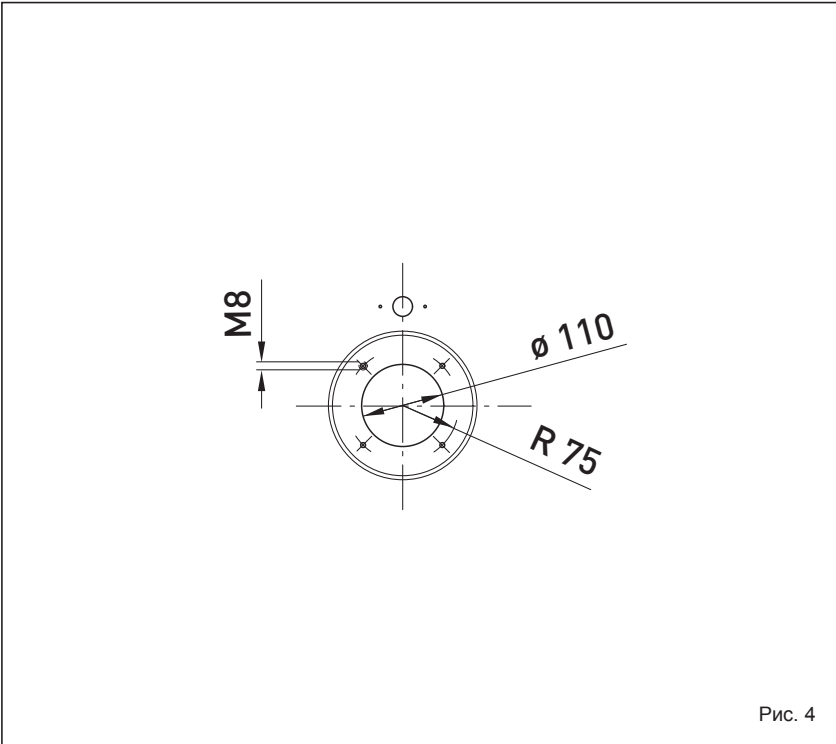

Рис. 4
1.7.2 Сборка горелки (Рис. 4)
Дверь котлоагрегата сделана с таким расчетом, чтобы облегчить сборку горелки / рис.4/. Горелки должны быть отрегулированы таким образом, чтобы значение CO2 соответствовало тому, что указано в п.1.3 с допусковым отклонением в ±5%.
2.4.2 Дым вытяжную с коаксиальным ø 80/125 (Рис. 4/а)
Котлы предназначены для подключения с выпускными трубами из нержавеющей стали коаксиальный ø 80/125 которые могут быть ориентированы на более “отвечает потребностям местных (рис. 4/а).